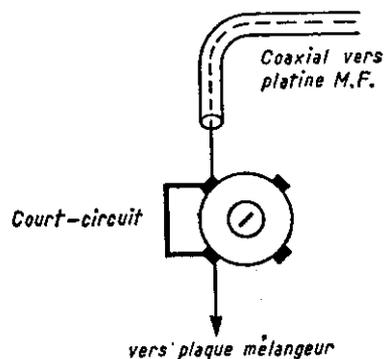

Fig. 1
- Régler le potentiomètre de contraste, de façon à obtenir une polarisation de -3 volts sur la grille (6) de V1 (ECC 84).
- Court-circuiter l'entrée MF (plaque du tube mélangeur V2 ECF 80), afin d'éviter la réaction de ce circuit sur la courbe à observer (fig. 1).